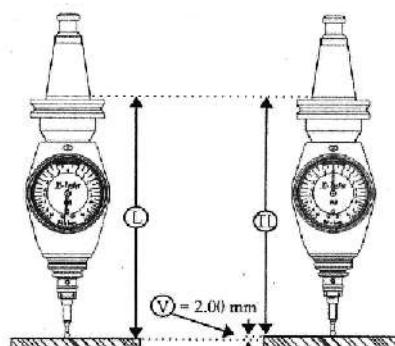

Рис. 1
– Проверьте эффективную общую длину TL в тестере (рис. 1). TL=эффективная общая длина тестера в состоянии контакта (когда стрелка указывает на «0»);